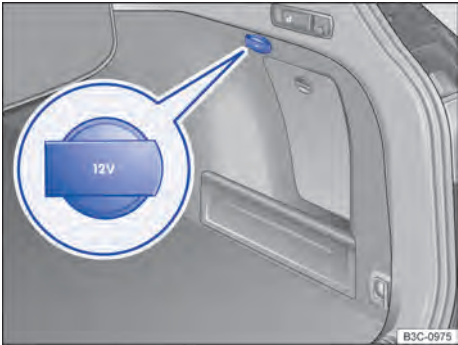

Fig. 153 No compartimento de bagagem : tomada 12 V.
- No compartimento de bagagem  Fig. 153 (seta pequena).